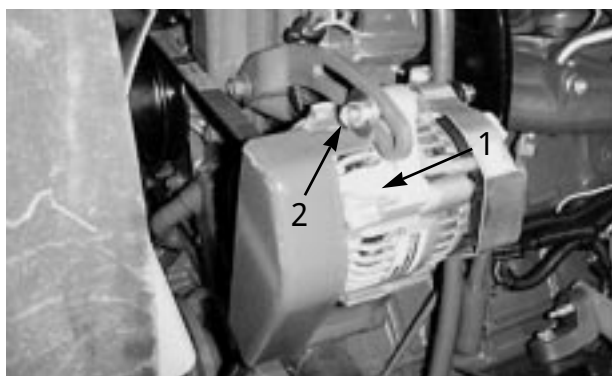

図 39
2. オルタネータ取り付けボルト（図39）をゆるめ、適当な張りに調整し、ベルトのたわみを確認する。